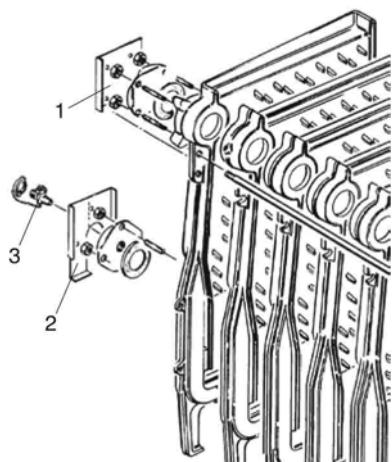
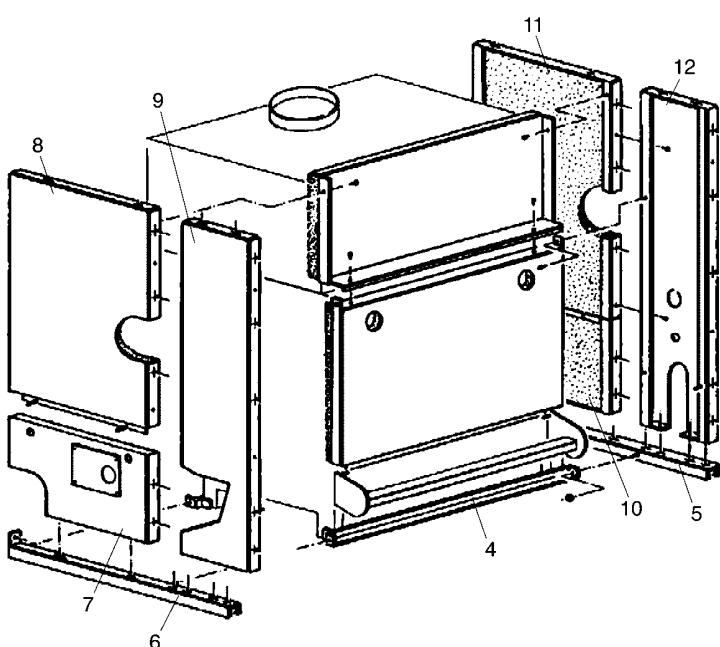
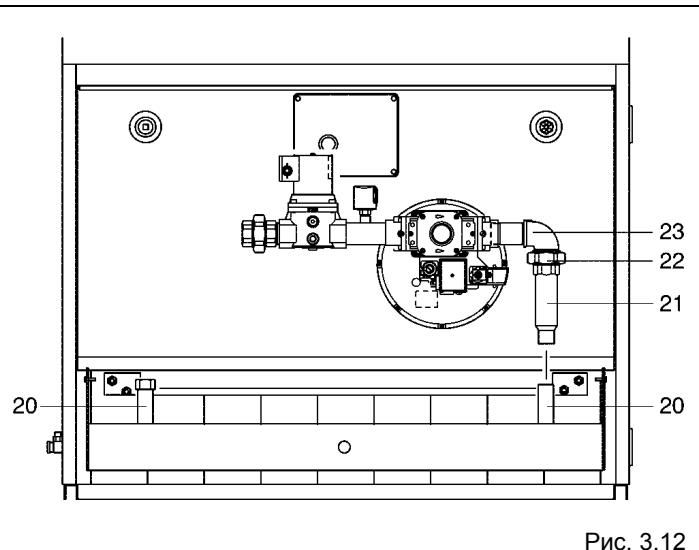
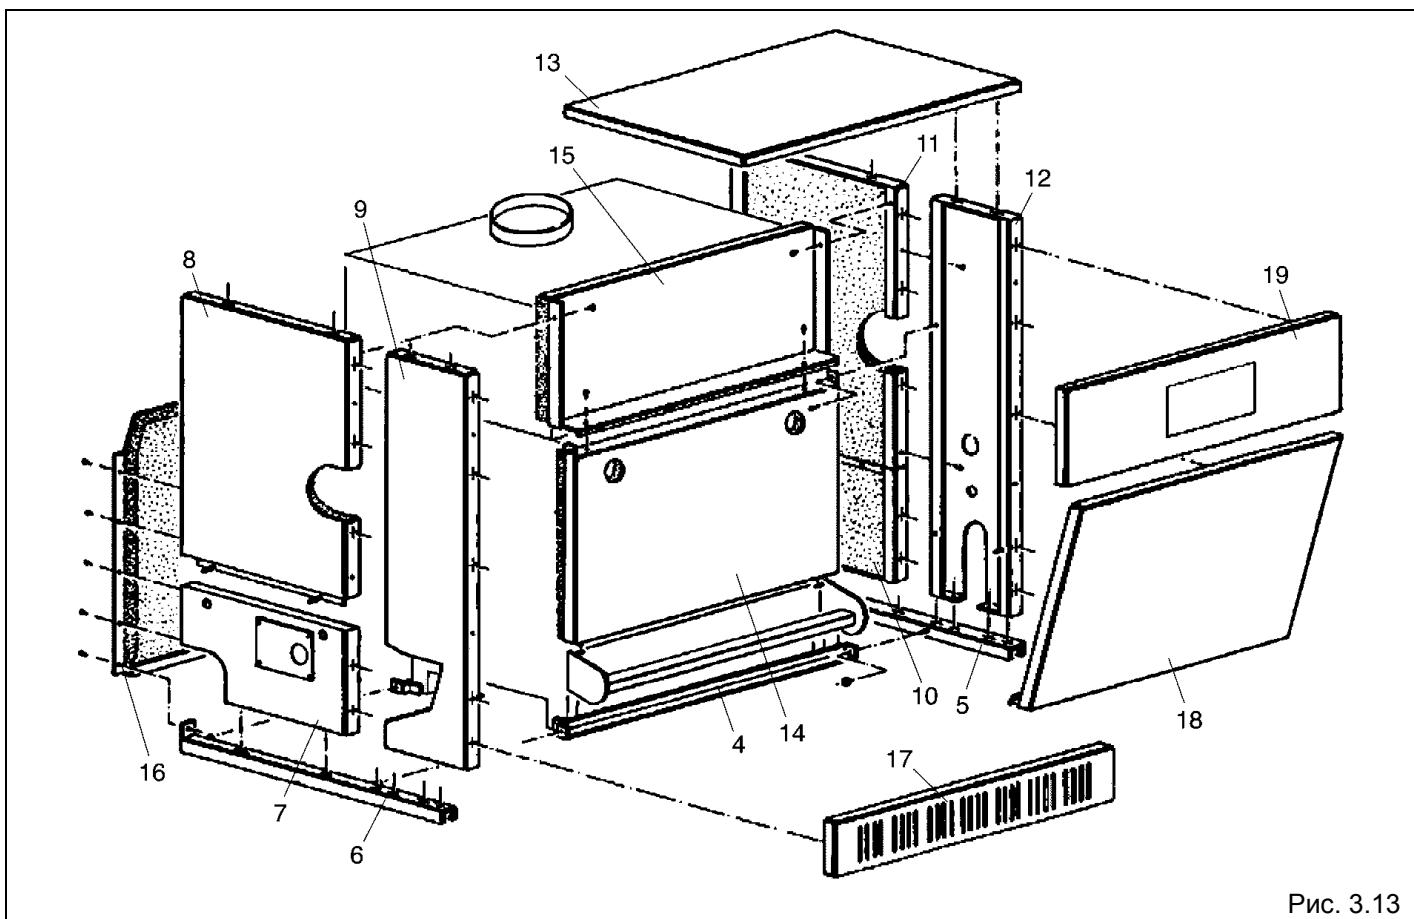

Рис. 3.10
Рис. 3.11
Рис. 3.12
Рис. 3.13
Для установки панелей облицовки выполните следующую последовательность действий (Рис. 3.10, Рис. 3.11, Рис. 3.12, Рис. 3.13):
- Установите переднюю нижнюю стенку (14), вставив её между винтами, находящимися на крепёжных площадках коллектора горелок и чугунном корпусе; прикрепите стенку к панелям (9) и (12) с помощью двух саморезов 7SP x 1/2".
- Установите переднюю верхнюю стенку (15), прикрепив её к панелям (8-11) и стенке (14) с помощью четырёх саморезов 7SP x 1/2".
- Прикрепите заднюю стенку (16) к панелям (7-8) и (10-11) и стенке (14) с помощью восьми саморезов 7SP x 1/2", входящих в комплект поставки.
- Отвинтите муфту (22), состоящую из трёх частей, чтобы вынуть трубку (21) из газовой группы (23) и присоедините её к одному из двух штуцеров (20) коллектора горелок; снова соедините газовую группу (23) с трубкой (21) с помощью муфты (22) из трёх частей (Рис. 3.12).